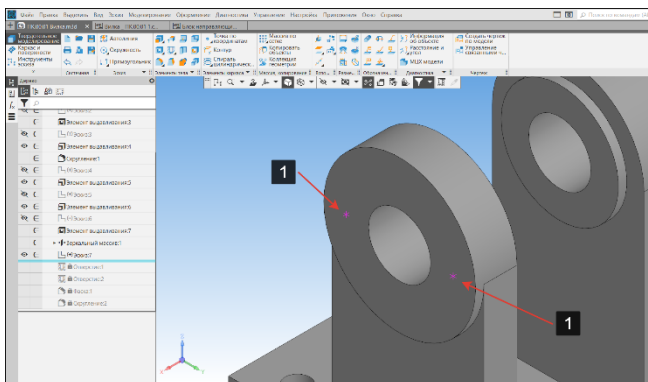

Рисунок 74 – Точки-привязки отверстий с зенковкой
- На поверхности шайбы трехмерной модели розовым цветом показаны точки (1), построенные в эскизе (Рисунок 74).